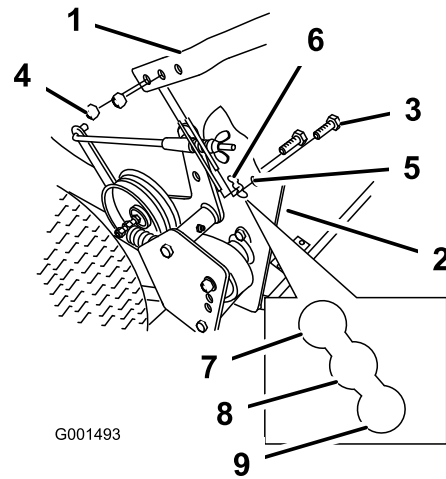

Figura 15
- Afloje los pernos (3/8 x 1-1/4 pulgadas) y tuercas con arandela prensada superiores que sujetan el manillar al bastidor trasero (Figura 15).
- Quite los pernos inferiores (3/8 x 1 pulgada) y las tuercas con arandela prensada que sujetan el manillar con el bastidor trasero (Figura 15).